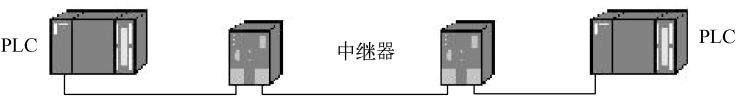

图 8-7 中继器应用实例
8) 中继器 (Repeater): 用于网络信号放大、调整的网络互联设备, 能有效延长网络的连接长度。例如, PPI 的正常传送距离是不大于 50 m, 经过中继器放大后, 可传输 1 千多米, 应用实例如图 8-7 所示, PLC 通过 MPI 或者 PPI 通信时, 传送距离可达 1100 m。